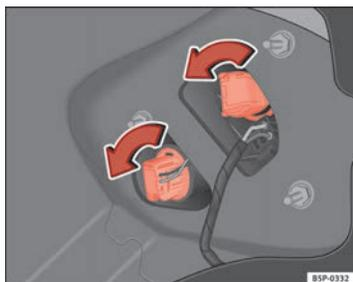

Fig. 194 Luzes na carroçaria
- Rode o porta-lâmpadas para a esquerda ⇒ Fig. 194.